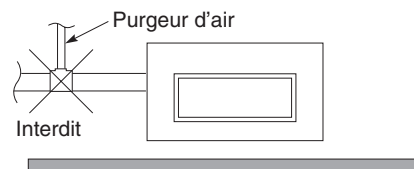

Fig. 3-14
- **N'installez pas de purgeur d'air sous peine d'entraîner un jet d'eau depuis la sortie de tube de vidange. (Fig. 3-14)**